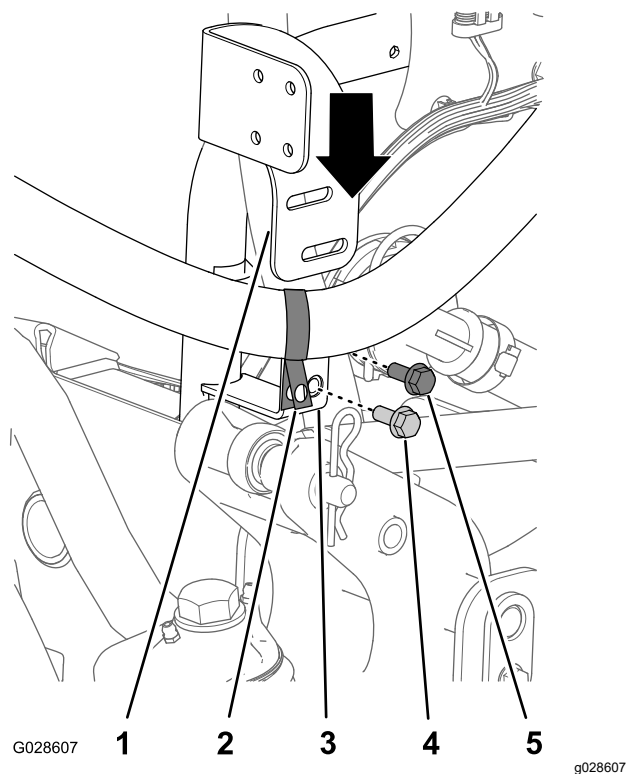

Figura 21
1. Îndepărtați urubul de fixare a clemei R care susține furtunul la supapa de accelerație de agitare din suportul de pe tubul de montare (Figura 21).
2. Aliniază suportul supapei ejectorului între clemă R și furtun și suportul tubului de montare (Figura 21).
3. Aliniază orificiile din supapa ejectorului cu orificiile din suportul tubului de montare (Figura 21).
4. La orificiile inferioare ale suporturilor, asamblai suportul supapei ejectorului folosind orificiile din suportul tubului de montare (Figura 21) cu un urub cu guler (5/16 x 3/4 inch).
5. La orificiile superioare ale suporturilor, asamblai clemă R și suportul supapei ejectorului la suportul tubului de montare cu urubul pe care l-ai îndepărtat în 1 (Figura 21).